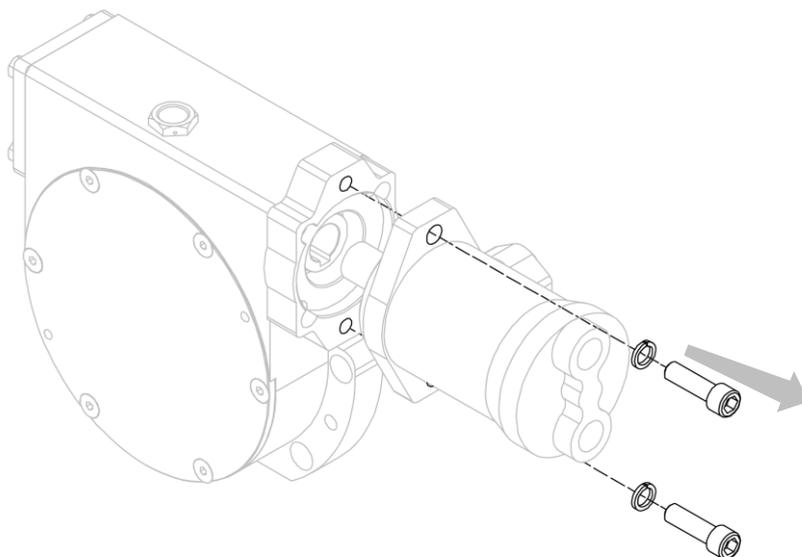

Figure 39
4. Séparer le moteur du réducteur après avoir retiré les vis correspondantes qui le retiennent (voir *Figure 39*).